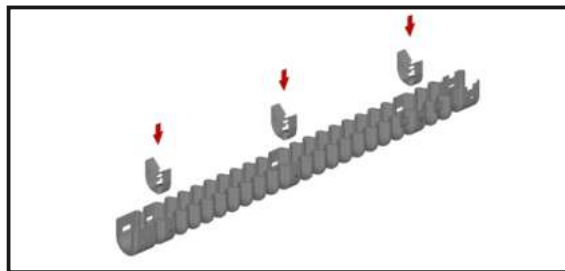

Рис. 39
10.3.3. Укомплектовать каждый гофр-рукав клипсами в количестве 3 шт., установив их в местах, согласно схемы (Рис. 39)